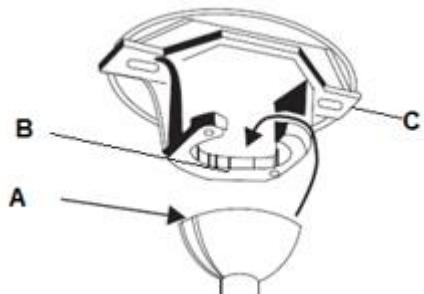

Fig. 4
Soulevez le ventilateur complet pour le placer sur le support de montage. Assurez-vous que l'encoche d'alignement (A) de la rotule de la suspension est positionnée sur la butée (B) du support de montage (C) pour empêcher le ventilateur de tourner lorsqu'il fonctionne. (Fig. 4)